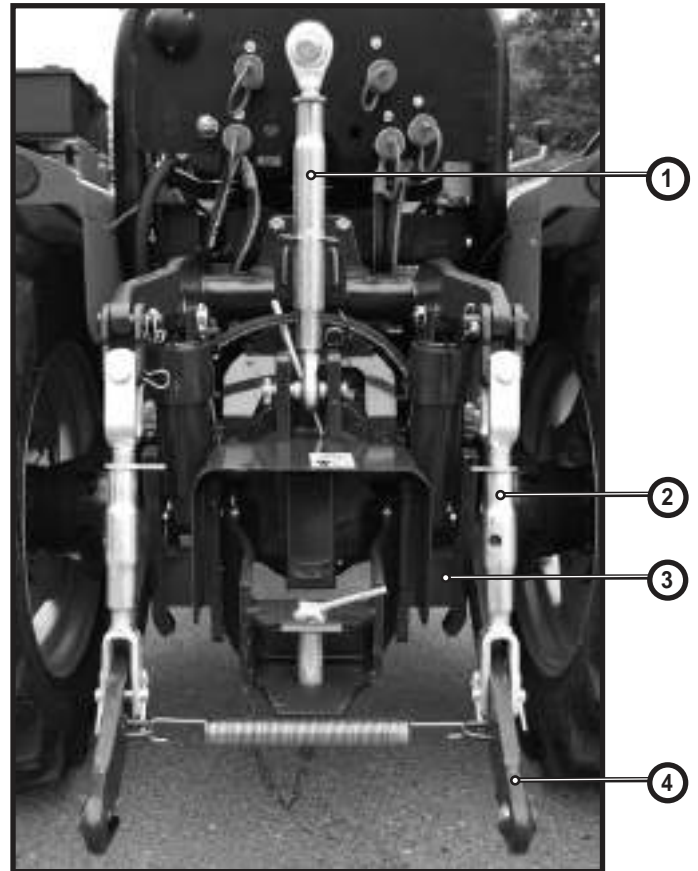

Fig. 29
Estos tractores tienen enganche tripuntal, categoría 1N (tractores estrechos). Opcionalmente se puede montar el tripuntal Cat. 1 (Barras con 2 posiciones de anchura y enganche automático). Para asegurarse del correcto funcionamiento del tractor, hay que controlar que las dimensiones del apero se corresponden con las del tripuntal y elevador (Fig. 29)
Las partes principales del tripuntal Fig. 29, son:
Mediante la regulación de los tirantes laterales (2) Fig. 29 y el tirante del tercer punto (4) Fig. 33, ajuste la posición del apero para su uso sobre el suelo.
Aperos suspendidos del tripuntal: Regular la profundidad de labor mediante los tirantes laterales (2) Fig. 29 y el ángulo de incidencia contra el suelo, mediante el tercer punto (4) Fig. 33